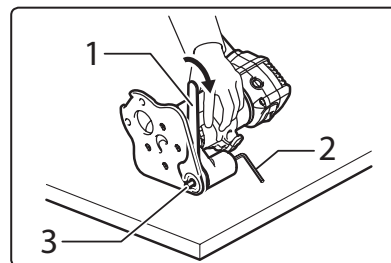

Abb. 26D
3. Setzen Sie den Schraubenschlüssel auf die Spannmutter (Abb. 26D, Position 3) und zum Festziehen der Spannmutter mit einem Schraubenschlüssel die Welle mit einem Inbusschlüssel arretieren (Abb. 26D). 26D, Position 2).